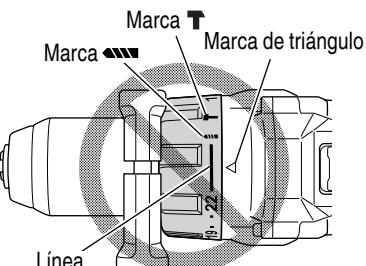

Fig. 18
- No usar con el dial del embrague en el número “22” y la línea en el medio de la marca de taladro. Si lo hiciera, se podrían producir daños. (Ver Fig. 18)